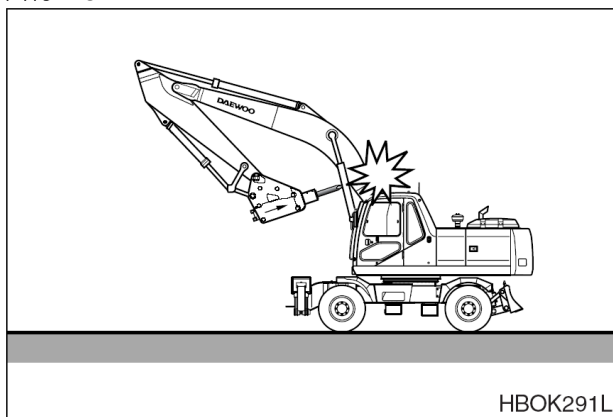

Рис. 79
9. НЕ убирать инструмент дробилки в стрелу или рукоять при движении или парковке экскаватора. (Рис. 79)